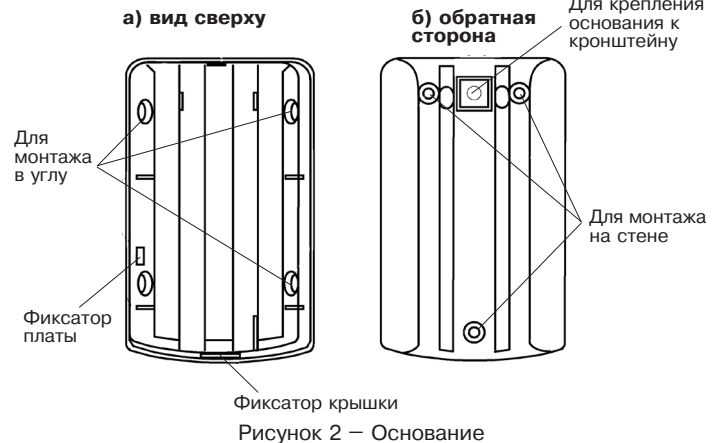

Рисунок 2 – Основание
- Снимите крышку извещателя, отжав при помощи отвертки фиксатор, расположенный в нижней части основания извещателя (рисунок 2).
- Просверлите в основании корпуса отверстия (рисунок 2), которые будут использоваться для прокладки проводов и крепления извещателя.